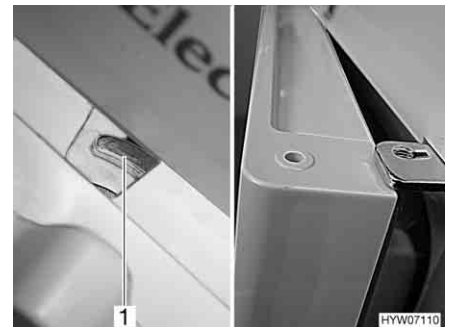

Bild 163 Lås till kylskåpsdörr/frysfacksdörr i ventilationsläge (Dometic 7-serie med separat frysfack)
- Fäll låsanordningen helt åt höger. Kylskåpsdörrens/frysacksdörrens läge låses av dörrspärren (Bild 163,1). Därvid stannar kylskåpsdörren/frysacksdörren i lätt öppet läge (Bild 163).